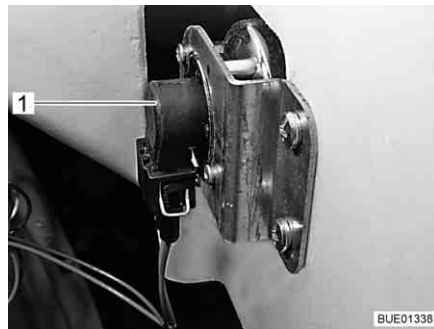

Bild 257 Körriktningsvisare
- Greppa tag bakom lamphållaren (Bild 257,1).
- Greppa tag bakom lampfästet (Bild 257, 1).